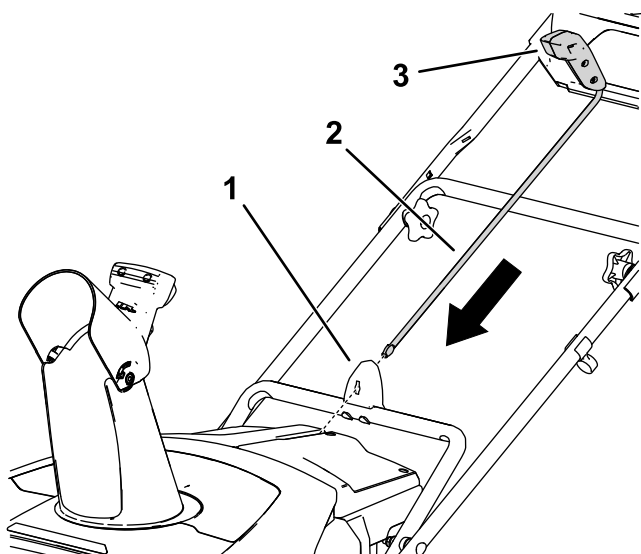

Figura 8
1. Asigurați-vă că jgheabul este orientat spre față (Figura 8).
2. Cu mânerul orientat spre față, instalați tija de control a jgheabului în ghidaj și împingeți-o în jos până când se fixează în poziție (Figura 8).